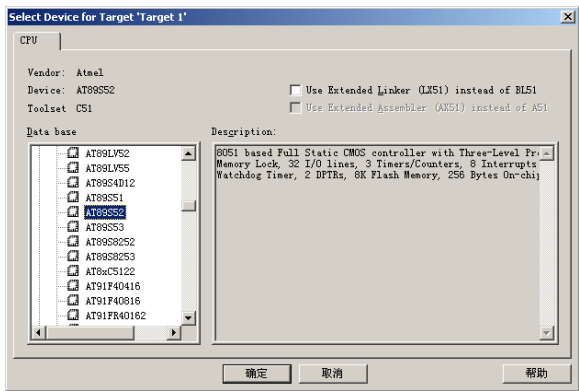

图 21-1 选择单片机 AT89S52
(2)在弹出的“Select Device for Target”对话框中选择 Atmel 公司的 AT89S52,如图 21-1 所示。